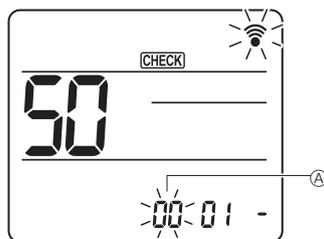

Fig. 6-17
- ② Postavljanje broja jedinice
Pritisnite gumb [DOWN] da biste postavili broj jedinice ④. (Fig. 6-17)